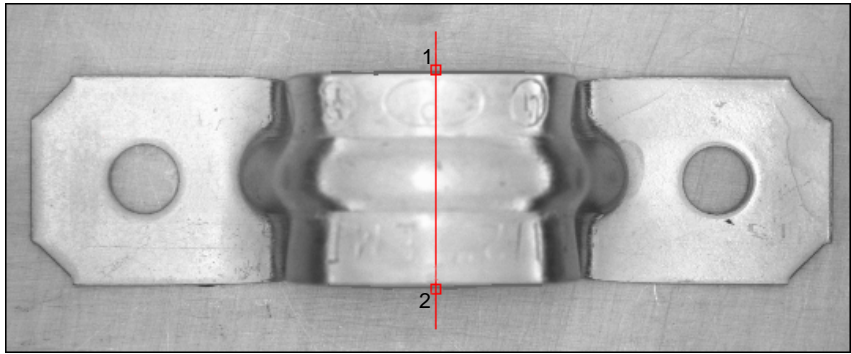

図 4-5 ブラケットの距離を測定するためのエッジを検出
5. 図 4-5 のように、幅の中心を測定するために使用できるエッジを検出するには、クリックしてドラッグして、ブラケットの真中を通る縦のラインを引きます。IMAQ Vision Builder は、そのエッジに 1、2 と名前を付けます。